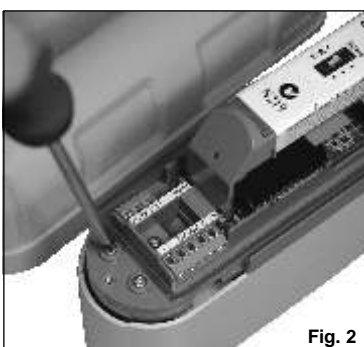

Fig. 2
- svitare le due viti frontali poste in basso e rimuovere il coperchio inferiore (fig. 2);